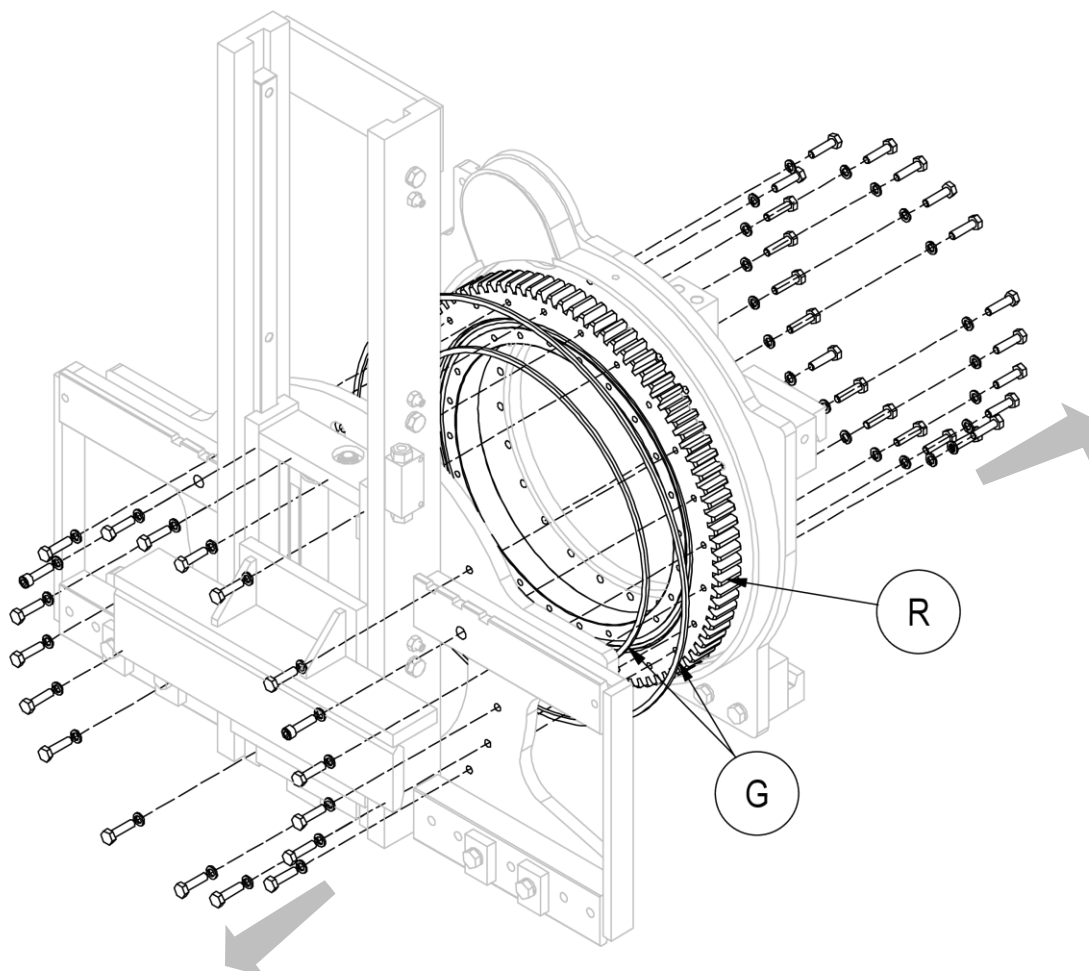

Figure 41
4. Retirer la partie avant du corps tournant, en s'assurant de soutenir de manière adéquate toutes les pièces afin de pouvoir effectuer l'opération en toute sécurité (voir *Figure 41*).
5. Pour pouvoir retirer la crapaudine **R**, il est nécessaire de retirer aussi les vis de la partie arrière de l'équipement (voir *Figure 41*).